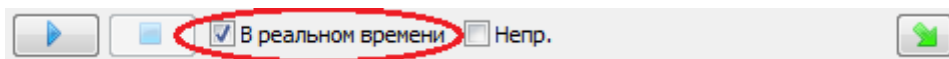

Рис. 3.12 Режим воспроизведения «В реальном времени»
5. В программе «Воспроизведение сигналов» следует установить режим воспроизведения «В реальном времени» (Рис. 3.12).